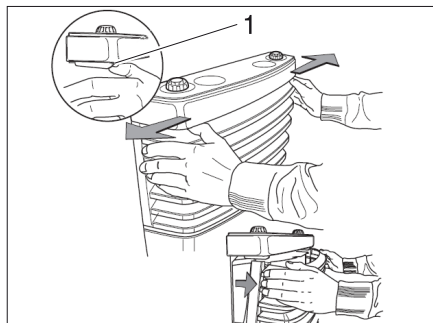

Fig. 105 Quitar el revestimiento de la calefacción
- Quitar el revestimiento de la calefacción. Presionar para esto los muelles de cierre (Fig. 105,1) lateralmente hacia fuera, girar el revestimiento hacia adelante y levantar los soportes inferiores.